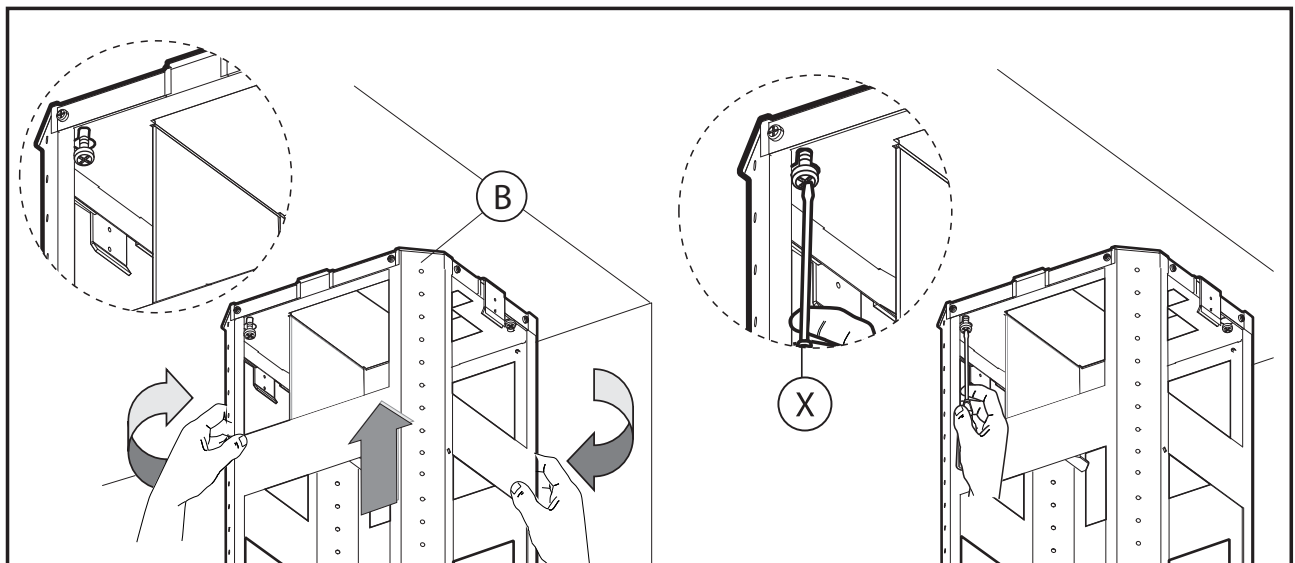

Fig.3
- Prenez la partie supérieure de la structure **B** (**Fig.3**) et l'insérez sur les 3 vis pas vissées complètement correspondant avec les 3 orifices fendus. Faire une petite rotation pour l'encastrement (**Fig.3**). Vissez la quatrième vis **X** et serrez les 3 autres qui restent pour permettre le blocage définitif de la partie supérieure de la structure **B**.